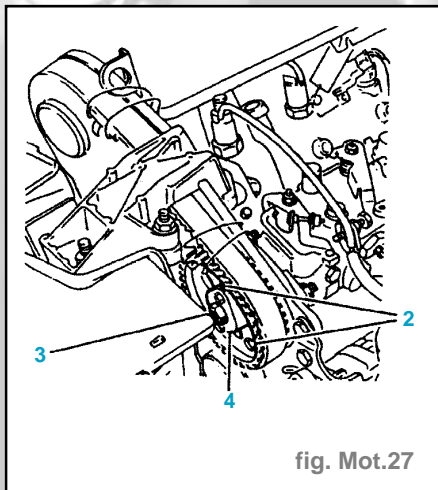

fig. Mot.27
- Piger le pignon de pompe d'injection avec deux vis (2) (fig. Mot. 27) :
- Monter la bride d'extraction (4) (fig. Mot. 27).
- Desserrer l'écrou (3) de fixation du pignon de pompe jusqu'à l'extraction de celle-ci (fig. Mot. 27).
- Déposer la bride d'extraction (4) du pignon de pompe (fig. Mot. 27).
- Reposer : (fig. Mot. 27)
- l'écrou (3),
- Couple de serrage de l'écrou (3) 5 daN.m.
- Déposer les deux vis (2) de pigeage du pignon de pompe.